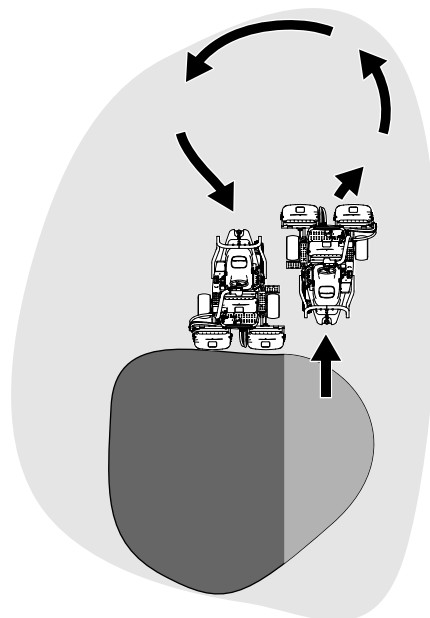

Figura 28
6. Per ridurre i tempi operativi e facilitare l'allineamento per la passata successiva, sterzate momentaneamente la macchina nella direzione opposta, quindi sterzatela nella direzione della porzione non tagliata. Questo movimento delinea una curva a goccia (Figura 28) che allinea rapidamente la macchina per la passata successiva.